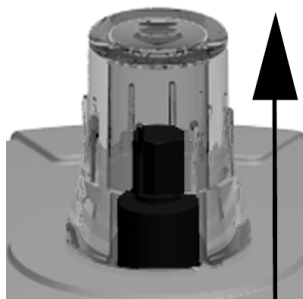

Рис. 20
- ▶ Переместите клапан в "открытое" положение, см. рис. 20
- ▶ Переместите привод головок в "открытое" положение, см. рис. 20